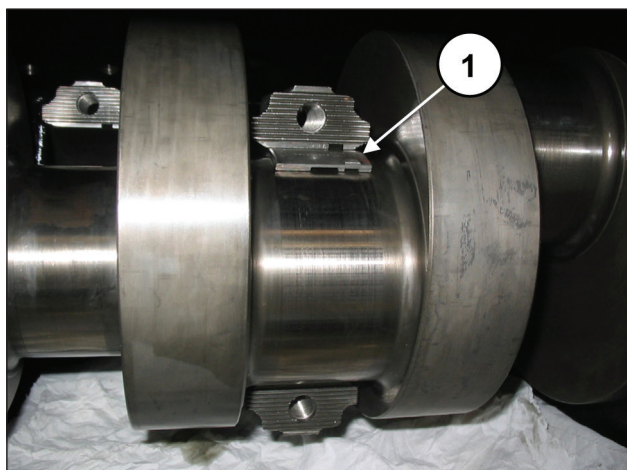

Fig. 57
Insira os semi-rolamentos superiores entre as bielas e o eixo (pos. ①, Fig. 57).